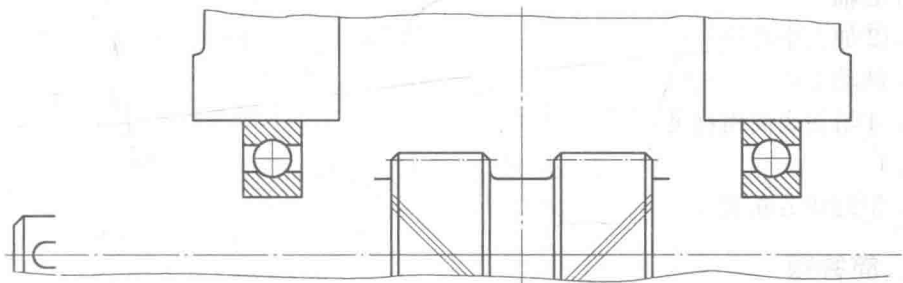

图 3
1. 如图 3 所示为一未完成的人字齿轮传动小齿轮轴承部件结构图,使用深沟球轴承,采用 2 端游动支承结构,已知齿轮采用油润滑,轴承采用脂润滑,外伸轴在左侧。请完成该轴系部件的结构设计,并画出所需附加零件。(说明,请重新画出此结构,可采用半剖,倒角、圆角等结构可以省略,且不涉及强度问题)